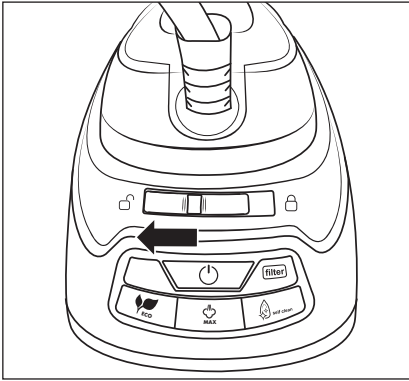

Fig. 4
- 2) Desbloquee la plancha de vapor **1** desplazando el interruptor de bloqueo **15** hacia la izquierda en dirección al símbolo □ (desbloqueado) (consulte la fig. 4).